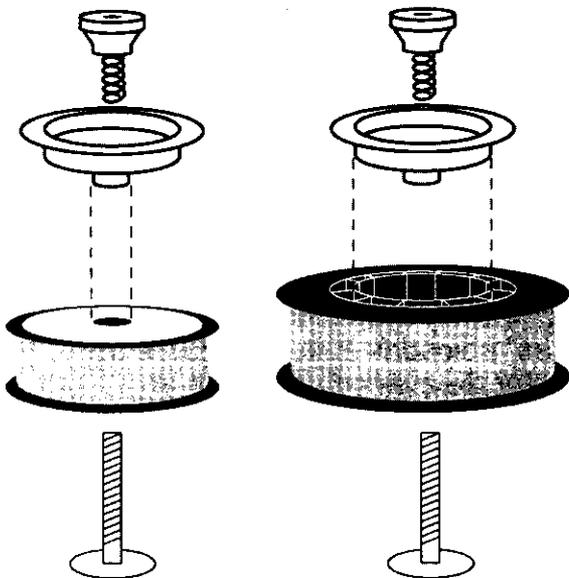

Figura 7A.
- Si se está instalando un carrete de alambre de 10cm (4"), instalar el mecanismo del freno sobre el carrete como en la Figura 7A; pero si se instala un carrete de 20 cm (8"), instalar un adaptador de eje y el mecanismo de freno como en la Figura 7B. El propósito del freno es detener el giro del carrete casi al mismo tiempo que se interrumpe la alimentación del alambre.